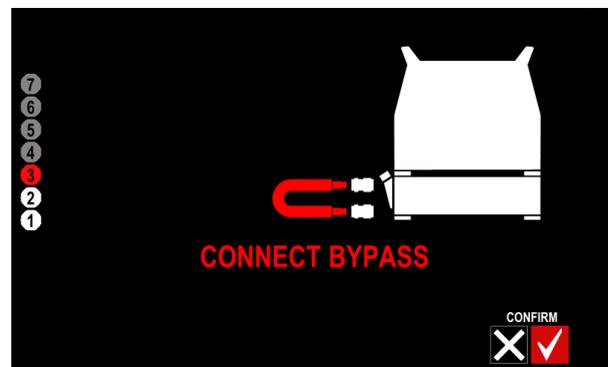

Figura 16
- Collegare il tubo flessibile rosso corto con i raccordi rapidi per acqua (BYPASS in dotazione con l'apparecchiatura) all'attacco blu e rosso di uscita sul lato anteriore del gruppo di raffreddamento (Figura 16 o 24). Osservare la circolazione del refrigerante.